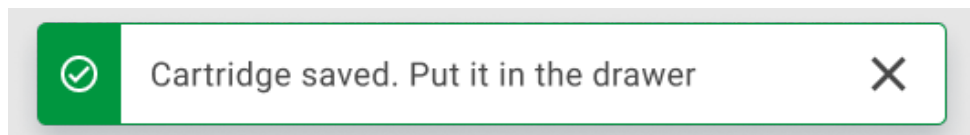

Figura 27. Schermata cartuccia salvata
- Una volta che la scansione è stata effettuata con successo, la seguente finestra di dialogo appare brevemente nella parte superiore dello schermo (Figura 27).